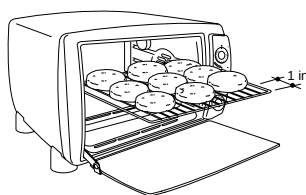
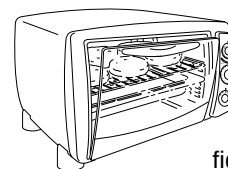

fig. 2
fig. 3
Quand le préchauffage est terminé, placez l'aliment à griller directement sur la grille (figure 2) et laissez la porte légèrement entrouverte (voir figure 3); pensez à retourner l'aliment en cours de cuisson.
Important: pour de meilleurs résultats, placez l'aliment sur la grille (O) en laissant un espace libre de 1 in (2,5 cm) environ près de la porte (voir figure 2)